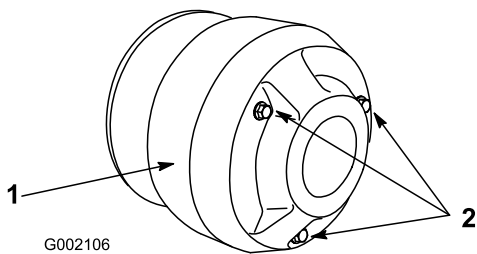

Figura 40
3. Retire los 3 pernos que fijan la cubierta al embrague, y retire la cubierta (Figura 40).